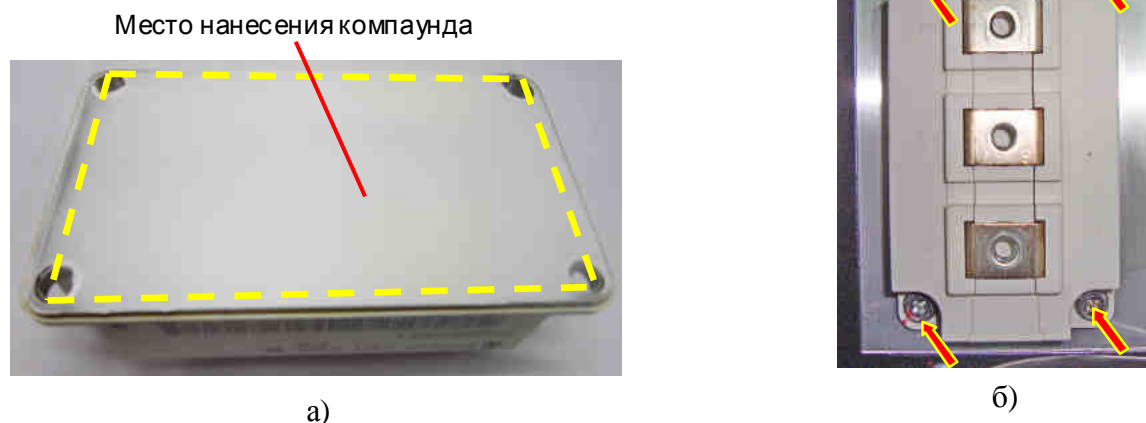

Рис. 7.5.
7.2.4. Протереть основание IGBT-модуля салфеткой, смоченной спирто-бензиновой смесью (СБС). Нанести шпателем на основание модуля тонкий слой теплопроводного компаунда. Снять излишки компаунда с кромок основания (рис.7.5а).
Установить модуль IGBT, совместив крепежные отверстия модуля с резьбовыми отверстиями радиатора, и слегка притереть к радиатору. Вкрутить четыре винга крепления каждого модуля IGBT (рис. 7.5б).
Рис. 7.5в.
7.2.6. Повторить операции п. п. 7.2.3 ... 7.2.5 для всех модулей (рис. 7.5в).